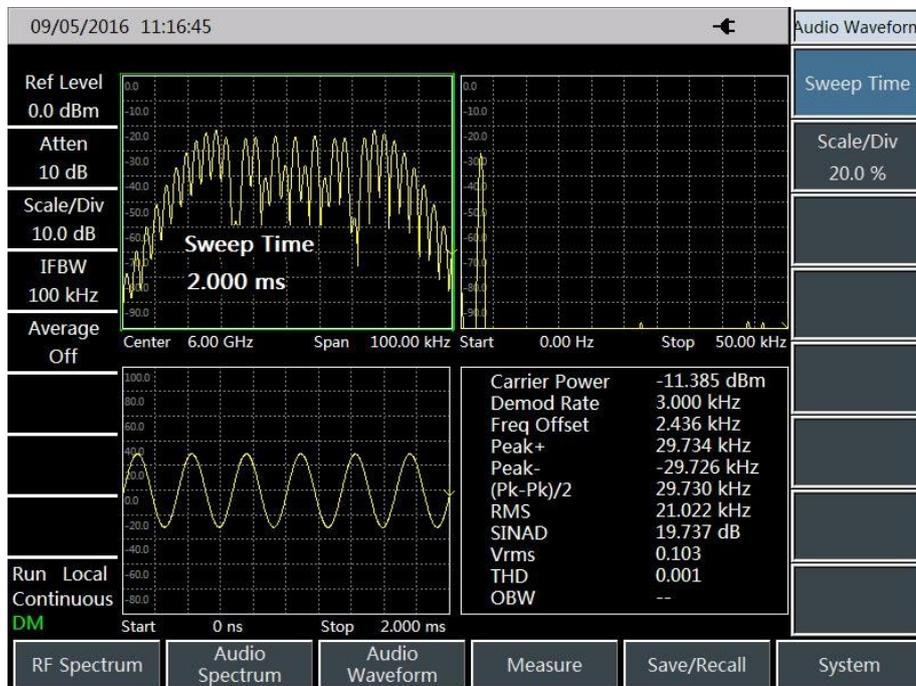

図7-1 FM復調解析結果
- 5) [Audio Waveform]→ [Sweep Time]を押して、スイープ時間を2msに設定します。測定結果は図7-1に示されています。